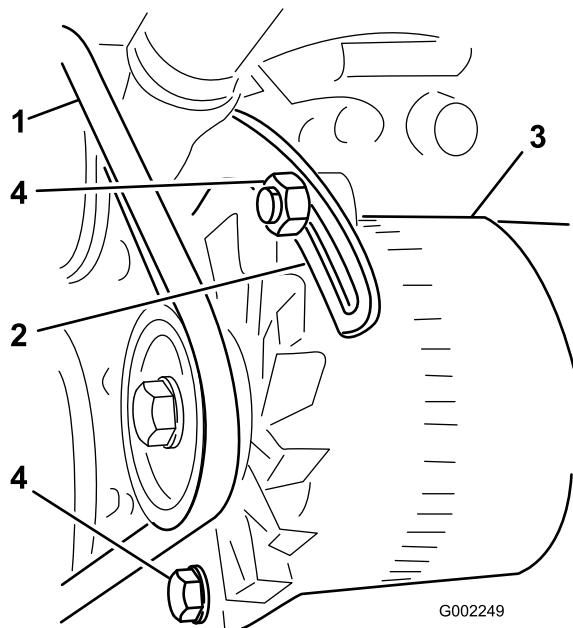

図 101
3. オルタネータのピボット部にあるボルト、およびオルタネータをブレースのスロットに固定しているボルトをゆるめる(図 101)。